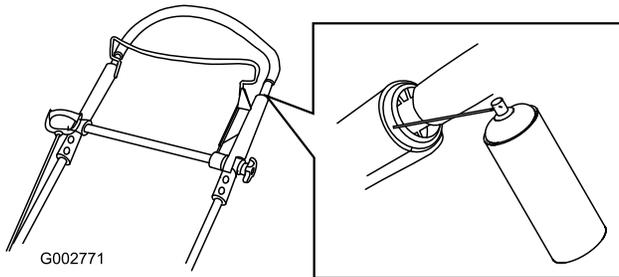

Figura 34
1. Rocíe sobre el extremo de plástico exterior del manillar interior (Figura 34).